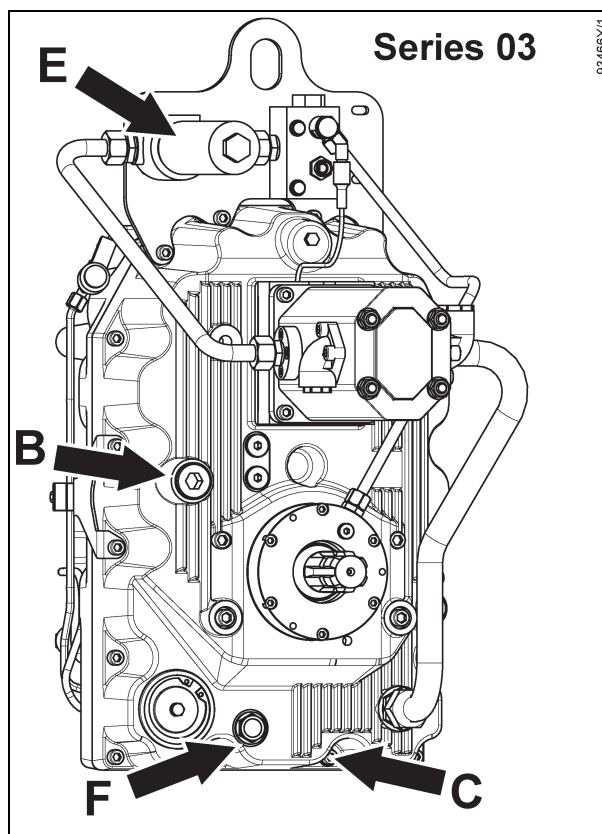

Fig. 1-3
I växellådor i serie 03–04 är den yttre filterpatronen (E) placerad intill flödesdelaren längst upp på lådan (Fig. 1-3)